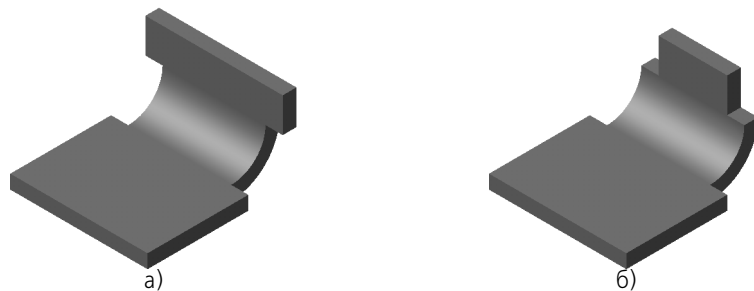

Рис. 89.14. Изменение ширины продолжения сгиба: а) увеличение, б) уменьшение
- ▼ изменение ширины продолжения сгиба (рис. 89.14),